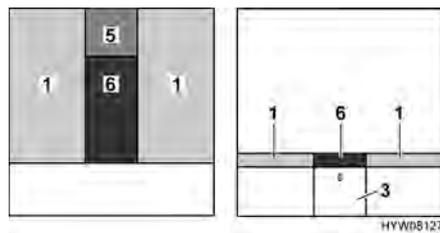

Fig. 76 Después de la transformación
- Colocar el cojín adicional (Fig. 76,5) sobre el armario de noche.
- Colocar el cojín adicional (Fig. 76,6) entre los colchones (Fig. 76,1).